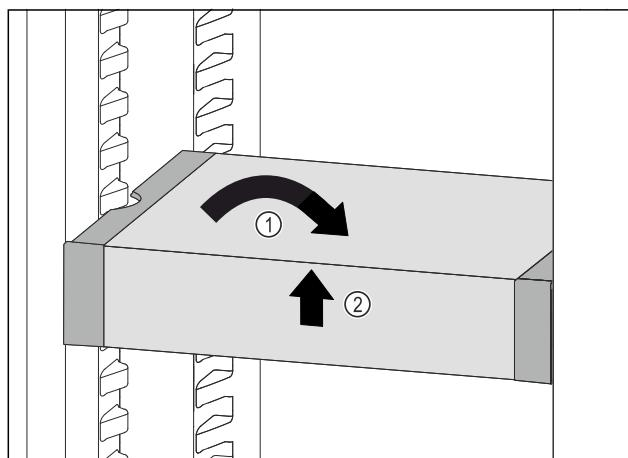

Fig. 134
- Установите VarioSafe прямо. Fig. 134 (1)
- Приподнимите VarioSafe спереди. Fig. 134 (2)